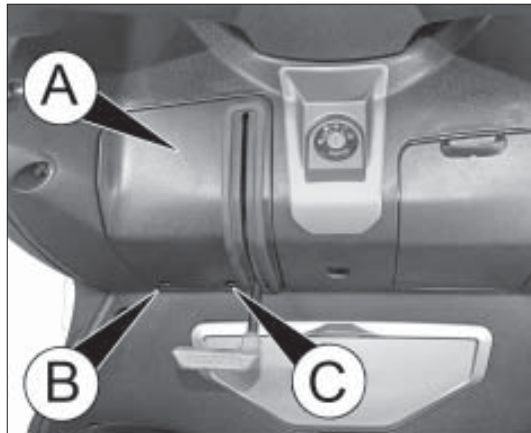

fig. 2
- quite la cubierta A fig. 2 desatornillando los tornillos B y C;